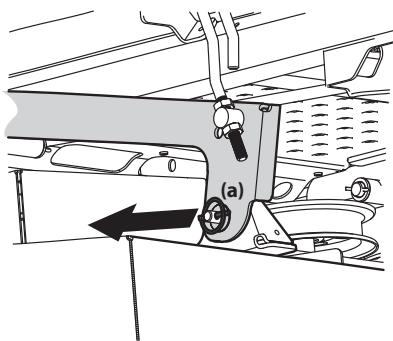

Figure 4-19
6. Repérez la goupille de déverrouillage (a) placée sur chaque côté du plateau de coupe. Retirez les goupilles pour dégager les deux bras de relevage. Voir Figure 4-19.
5. Retirez les goupilles de déverrouillage et placez le plateau de coupe de façon à aligner les trous sur les bras de relevage avec les goupilles. Voir Figure 4-19.